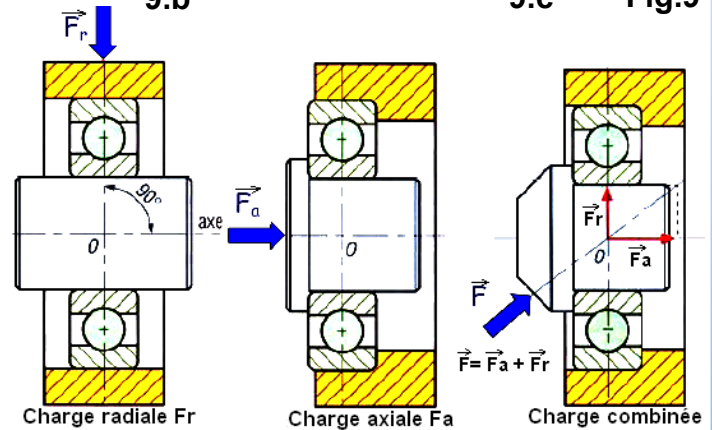

Fig.10
- La nature des charges F , F_a , F_r ; **Figure 10** appliquées à la liaison (aux roulements) :